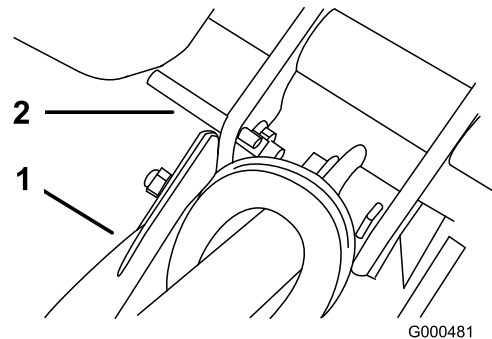

Bild 44
2. Lassen Sie den Ständer ab. Setzen Sie einen Stift oder etwas Äquivalentes mit einem Durchmesser von 1/4 Zoll in das Rahmenloch über dem Ständerbefestigungsbolzen ein (Bild 44).